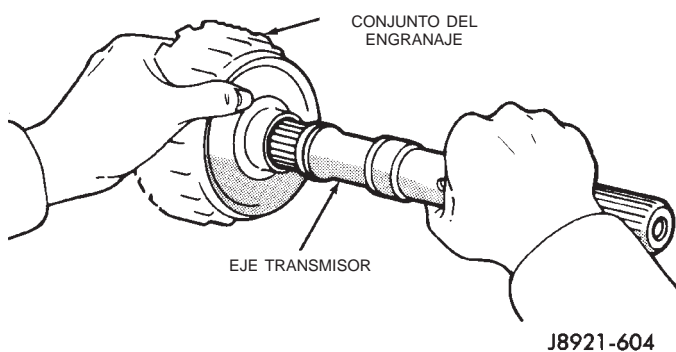

Fig. 275 Desmontaje e instalación del eje transmisor
(1) Retire el eje transmisor del conjunto del engranaje (Fig. 275).